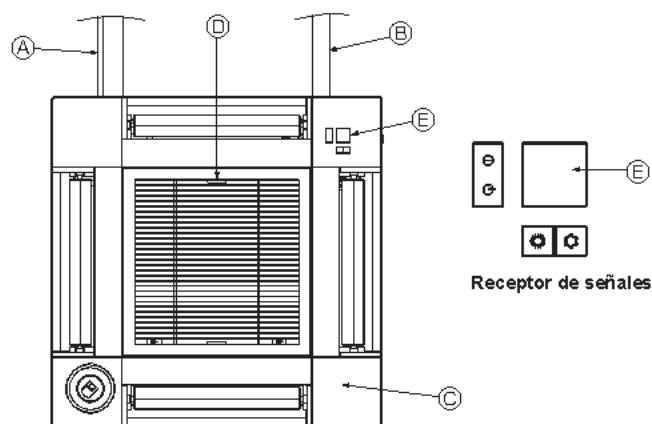

Fig. 10-17
10.5. Instalación de la rejilla de admisión (Fig. 10-17)
- ① Tuberías de refrigerante de la unidad principal
- ② Tuberías de drenaje de la unidad principal
- ③ Panel angular
- ④ Posición de las palancas de la rejilla de admisión con la configuración original de fábrica.
- ⑤ Receptor